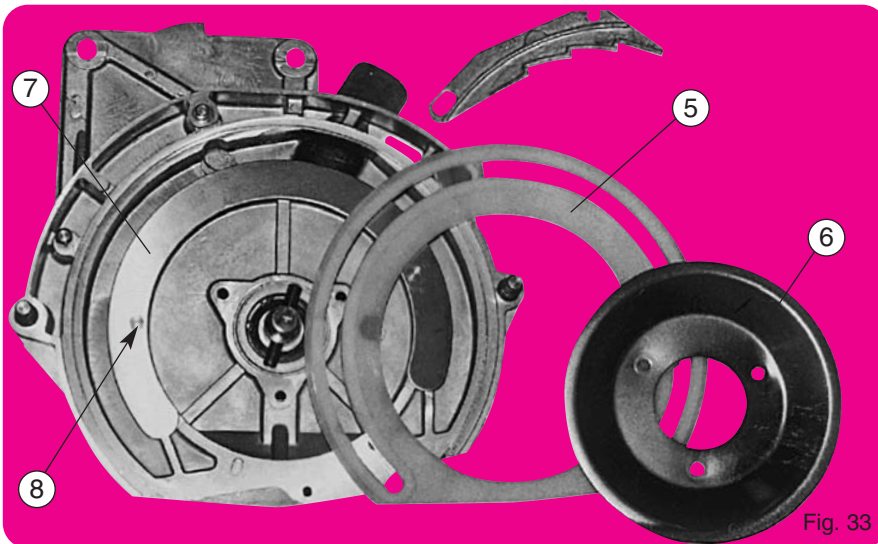

Fig. 33
La couronne plastique de frottement (5) sur laquelle tourne le disque doit être plane et en bon état. A titre indicatif, en conditions normales d'utilisation, son remplacement ne devrait être nécessaire qu'après 500 à 1000 ha. Maintenu extérieurement dans une gorge et bloquée par la cuvette (6) et ses 3 boulons, la nouvelle couronne devra être positionnée avec attention en prenant soin à ce que les crans du secteur d'appui (7) (fig. 33) et de la couronne soient bien en place dans leur logement.
The wear gasket is positioned externally in a groove and held by the cup. (6) Its 3 bolts should be positioned with care making sure that the stub (fig. 33) of the wear gasket is properly positioned in the hole of the housing.
Der neue Kranz ist äußerlich in einer Rille befestigt und durch die Schale (6) und durch 3 Schrauben befestigt. Dabei ist darauf zu achten, daß die Raster des Stützringes (Abb. 33) und des Kranzes richtig in ihrem entsprechen Sitz eingelegt sind.
Прокладка расположена во внешнем пазу и удерживается колпаком (6). Перед закручиванием трех болтов колпака убедитесь, что направляющая прокладки (рис. 33) расположена должным образом в отверстии корпуса.